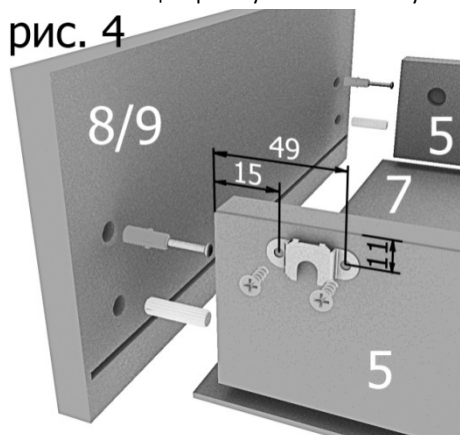

рис. 4
4. Соберите ящики, для чего; шурупами 3x12 к трем бокам ящиков прикрепите ответные планки центрального замка (рис. 4). Шурупами 4x16 к фасаду 9 прикрепите замок. Вставьте эксцентрики в бока ящиков 5, в фасады 8 и 9 вставьте втулки эксцентриков и аккуратно вбейте шканты, к бокам 5 присоедините задние стенки 6 и фасады 8, 9, затяните эксцентрики. В пропилы фасадов вставьте дно 7 (оргалит), гвоздями прибейте к бокам 5 и задним стенкам 6. Через оргалит шурупами 4x16 к бокам ящиков присоедините направляющие, установите ручки, вставьте ящики в тумбу, отрегулируйте направляющие.